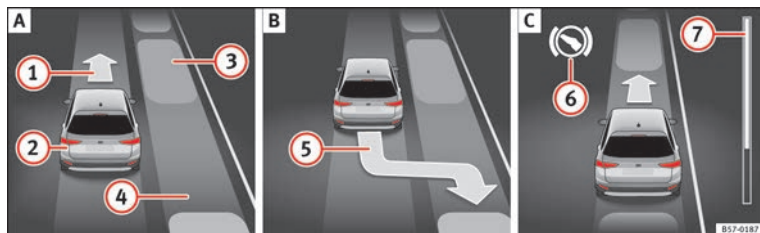
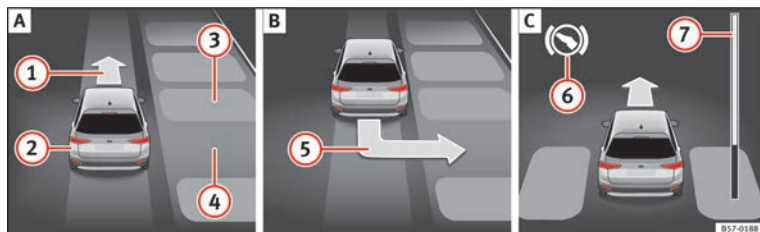

Fig. 220 En la pantalla del cuadro de instrumentos: aparcar en línea. **A** Buscar un hueco de aparcamiento. **B** Posición para aparcar. **C** Maniobrar.
Fig. 221 En la pantalla del cuadro de instrumentos: aparcar en batería. **A** Buscar un hueco de aparcamiento. **B** Posición para aparcar. **C** Maniobrar.
Legenda de la **fig. 220** y **fig. 221**:
La barra de progreso **» fig. 220 ⑦ y » fig. 221 ⑦** muestra simbólicamente en la pantalla del cuadro de instrumentos la distancia relativa que aún queda por recorrer. Cuanto mayor es la distancia, más llena está la barra de progreso. Al circular marcha adelante, el contenido de la barra de progreso disminuye hacia arriba, y al circular marcha atrás, disminuye hacia abajo.
2.	Mire en la visualización de la pantalla del cuadro de instrumentos si se ha detectado el hueco como “apropiado” y si ha alcanzado la posición correcta para aparcar » fig. 220 [B] o » fig. 221 [B]. El hueco habrá sido considerado “apropiado” si en la pantalla del cuadro de instrumentos aparece la indicación de aparcar (5).
6.	O BIEN: retroceda hasta que en la pantalla del cuadro de instrumentos aparezca la indicación de dar marcha adelante » fig. 220 [C] o » fig. 221 [C].
El sistema de aparcamiento asistido dirige el vehículo marcha adelante y marcha atrás hasta centrarlo en el hueco » fig. 220 [C] o » fig. 221 [C].